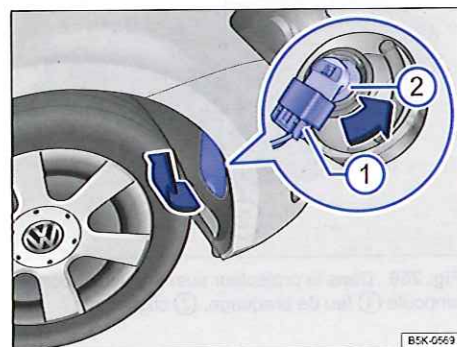

Fig. 257 Dans la coquille de passage de roue avant droite : remplacement d'une ampoule du projecteur
3.	Retirez avec précaution, dans le sens de la flèche, le cache dans la coquille de passage de roue en faisant levier à l'aide de la lame plate du tournevis compris dans l'outillage de bord → fig. 257.
4.	Déverrouillez puis débranchez la fiche de raccordement ①.
5.	Tournez le porte-ampoule ② dans le sens inverse des aiguilles d'une montre (flèche) jusqu'en butée puis retirez-le par l'arrière en même temps que l'ampoule.
8.	Rebranchez la fiche de raccordement ① sur le porte-ampoule ②. La fiche doit s'enclencher de manière audible.
9.	Mettez en place le cache dans la coquille de passage de roue → fig. 257.